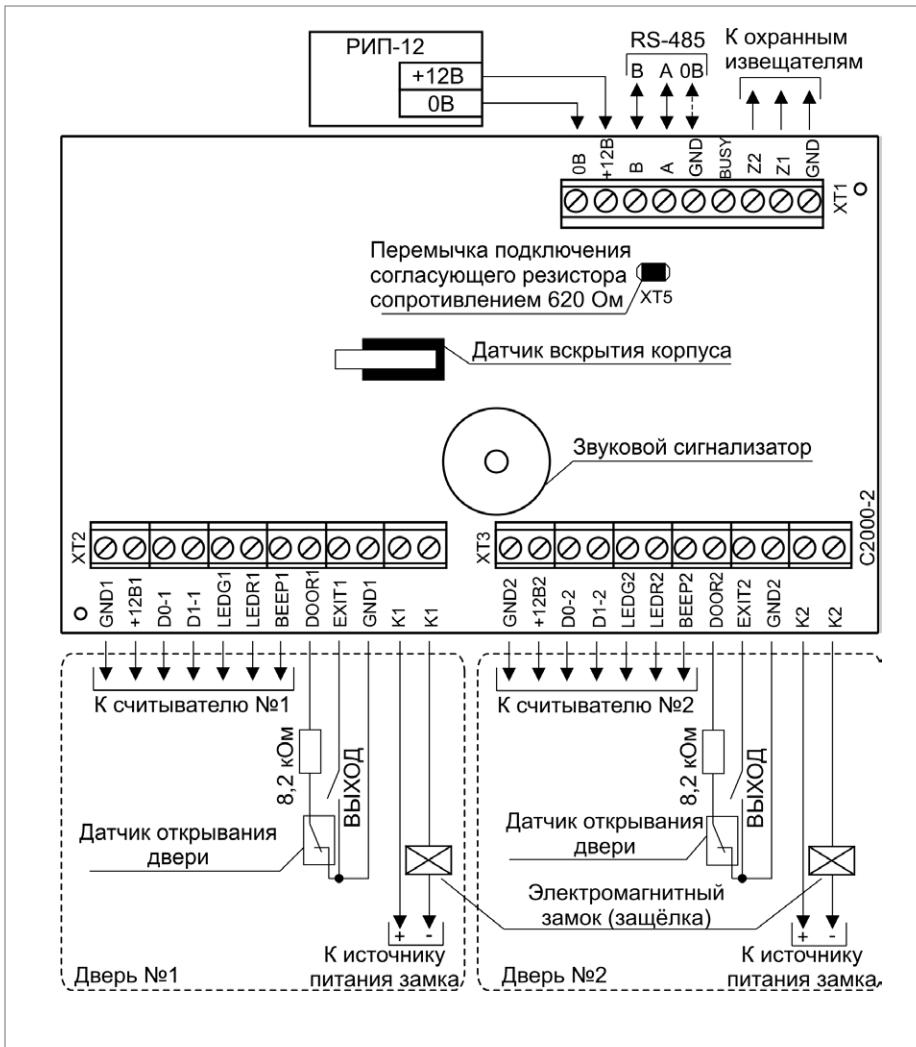

Рисунок 2.
- Схемы внешних соединений контроллера в различных режимах работы представлены на рис. 2 – 8.
11. Подключение в режиме «Две двери на вход» (рис. 2). Подключите оборудование первой двери (считыватель, замок, кнопку «Выход», датчик открывания двери) к контактам контроллера, обозначение которых заканчивается цифрой 1, а оборудование второй двери – к контактам, обозначение которых заканчивается цифрой 2.